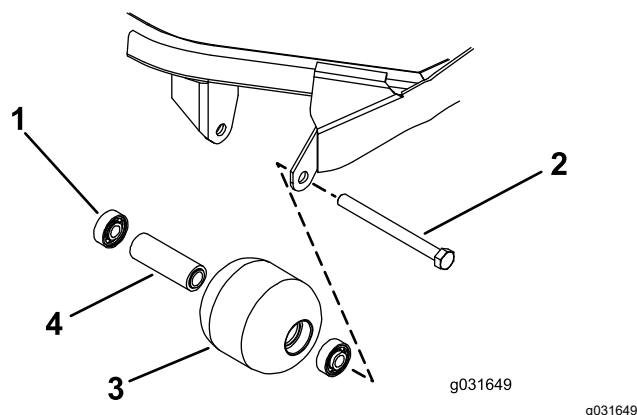

Figura 72
1. Retire o parafuso de montagem do rolo (Figura 72).
4. Verifique se a estrutura dos rolamentos, os rolamentos e o espaçador de rolamentos estão danificados (Figura 72).
1. Empurre só a calha externa ou, então, exerça o mesmo tipo de pressão nas calhas interna e externa, e empurre o primeiro rolamento para a estrutura do rolamento (Figura 72).
2. Coloque o espaçador (Figura 72)
3. Empurre só a calha externa ou, então, exerça o mesmo tipo de pressão nas calhas interna e externa, e empurre o segundo rolamento para a estrutura do rolamento até entrar em contacto com o espaçador (Figura 72).